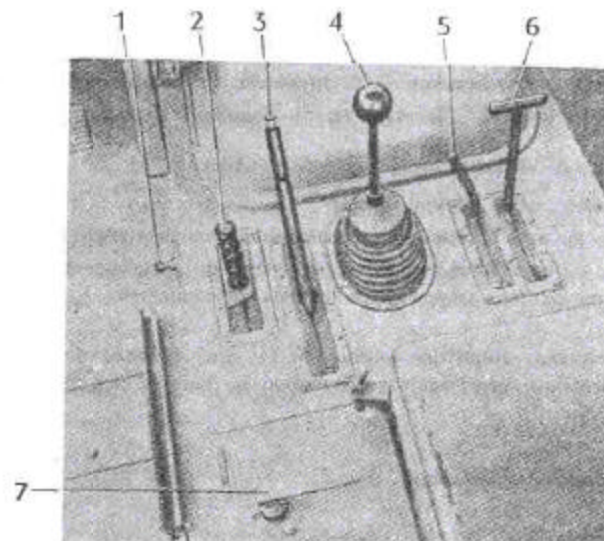

Fig. 6. — Commandes du poste de conduite
(1) Cette prise n'est pas alimentée lorsque l'interrupteur de contact général est en position « circuit électrique coupé ».
3. Équipements placés à droite du conducteur (fig. 6).
- interrupteur à clé fixe de batterie (1).
- levier de commande de mouvement de treuil (2) uniquement sur les véhicules équipés d'un treuil;
- levier de frein à main (3);
- levier de commande des vitesses (4);
- levier de commande du réducteur (5);
- levier de commande du pont avant (6).
- commande de blocage du différentiel du pont arrière (7);